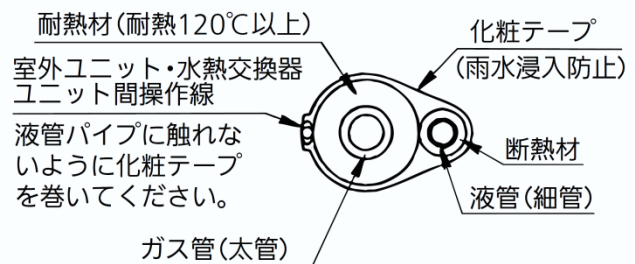

図5
- ① 気密試験圧力：4.05MPa
- ② 気密試験後667Pa (-755mmHg, 5Torr) 以下まで真空引きを行ってください。
- ③ 気密試験および真空引きが完了するまで、室外ユニットの閉鎖弁は開けないでください。
- ④ 真空引き完了後、長時間放置しないでください。
7. 配管の断熱を行ってください (図5)。